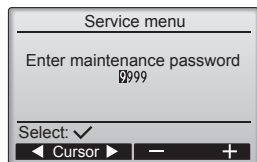

Fig. 7-3
- ① Dans le Menu principal, sélectionnez "Service" puis appuyez sur la touche .
- ② Lorsque le menu SAV est sélectionné, une fenêtre apparaît et vous invite à saisir le mot de passe. (Fig. 7-3)